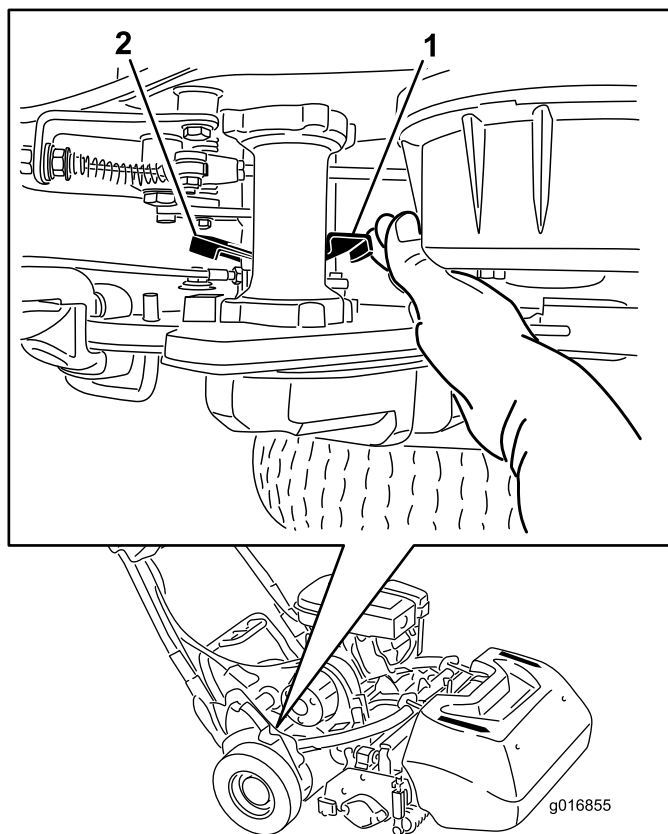

図 28
1. 機体の右後ろ角部にある走行解除レバーを探し出す走行ハウジングドラムの隣にある 図 28。